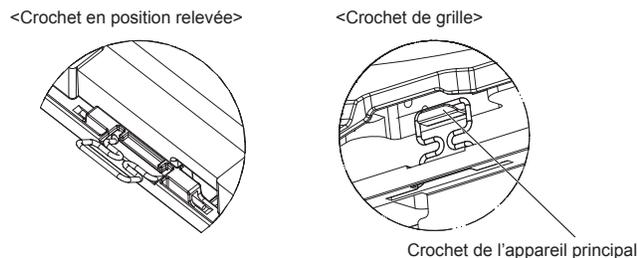

Fig. 10-5
- Alignez les trous de vis dans les coins de la grille avec les orifices de montage dans les coins de l'appareil principal, attachez les deux crochets de la grille sur les saillies du bac de récupération de l'appareil principal, et suspendez temporairement la grille. (Fig. 10-5)
Après avoir serré la vis, vérifiez que les deux crochets de la grille (Fig. 10-5) sont en prise avec les crochets de l'appareil principal.